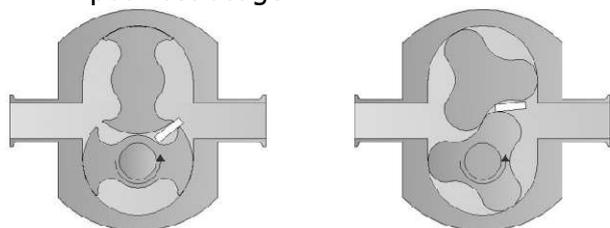

Figure 18 - Desserrer le boulon du rotor (rotor inférieur)
- Les rotors sont fixés par des vis rainurées spéciales (59) avec des joints toriques (58).
- Bloquer les rotors de la pompe avec une entretoise souple (Figure 18) - Un bloc en plastique (180) est fourni avec la pompe pour cet usage.